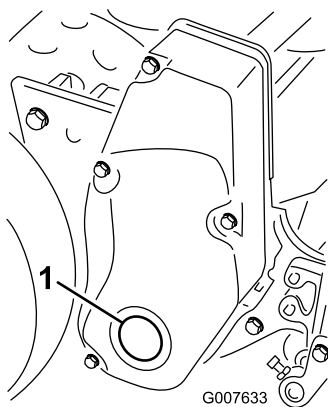

Figura 58
1. Retire el tapón de la cubierta derecha de la transmisión del molinete (Figura 58).